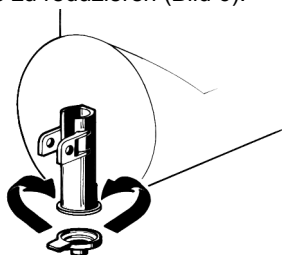

Bild 6
**10** Drosselklappe: Bei Verwendung des Dispensers zur Kühlung von Getränken wird empfohlen, auf dem Hahn die zur Ausstattung gehörende Drosselklappe zu installieren und somit die Ausgabemenge zu reduzieren (Bild 6).